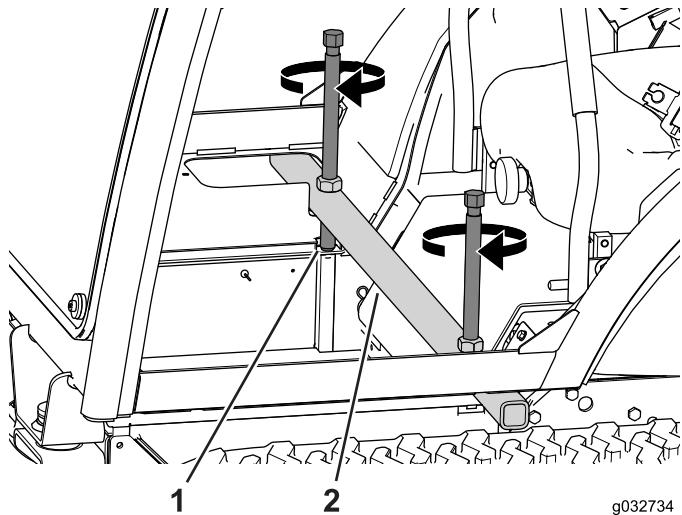

図 113
3. キャブフレームに昇降バーをセットする図 113。
4. 左右の昇降ねじを交互にそれぞれ数回ずつ回転させてキャブを徐々に前傾させる図 113。